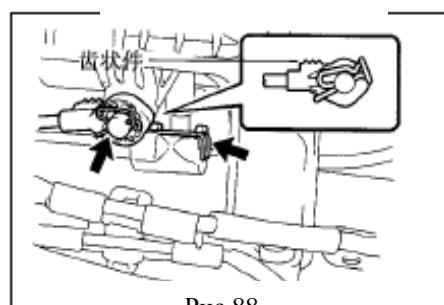

Рис.88
(7) Подсоедините концевые разъемы тросов к рычагу переключения передач на свои места, затем установите шплинт(рис.88).